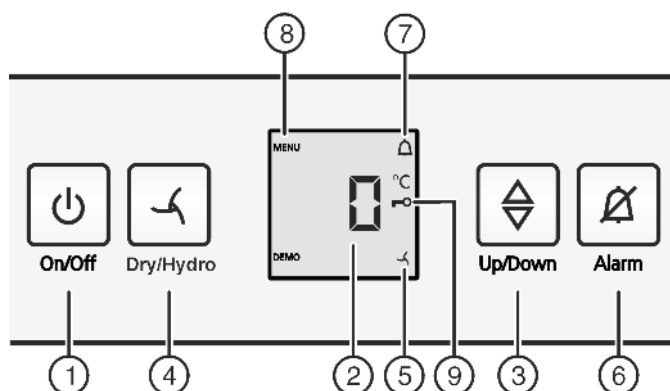

Fig. 2
- ▶ Taste On/Off Fig. 2 (1) drücken.
- ▶ Einstellmodus aktivieren: Taste Dry/Hydro *Fig. 2 (4)* ca. 6 s drücken.
- ▷ Das Symbol Menu *Fig. 2 (8)* leuchtet.
- ▶ Die Taste Dry/Hydro *Fig. 2 (4)* kurz drücken, um zu bestätigen.
- ▶ Zum Einschalten der Kindersicherung Taste Dry/Hydro *Fig. 2 (4)* kurz drücken.
- ▷ Das Symbol Kindersicherung *Fig. 2 (9)* leuchtet. In der Anzeige blinkt **c**.
- ▶ Zum Ausschalten der Kindersicherung Taste Dry/Hydro *Fig. 2 (4)* kurz drücken.
- ▷ Das Symbol Kindersicherung *Fig. 2 (9)* erlischt. In der Anzeige blinkt **c**.
- ▶ Einstellmodus deaktivieren: Taste On/Off *Fig. 2 (1)* drücken.
- ▶ Taste Alarm *Fig. 2 (6)* drücken.